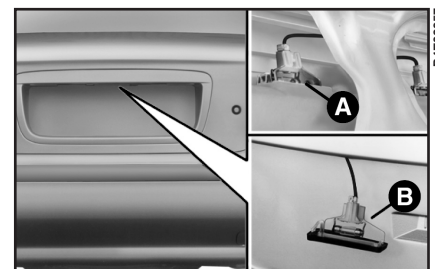

рис. 25
ФОНАРЬ ОСВЕЩЕНИЯ НО- МЕРНОГО ЗНАКА (рис. 25)
2) Извлеките патрон, поддев его отверткой в точке **A** (рис. 25).